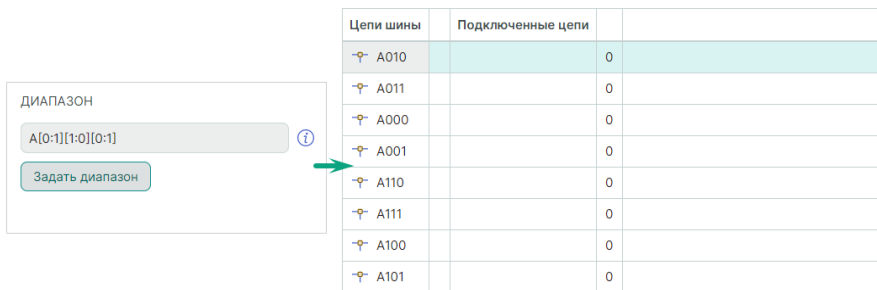

Рис. 190 Добавление диапазона матрицей
- матрицей – Prefix[Min:Max][Max:Min] или Prefix[Max:Min][Min:Max] и т.д., см. Рис. 190.